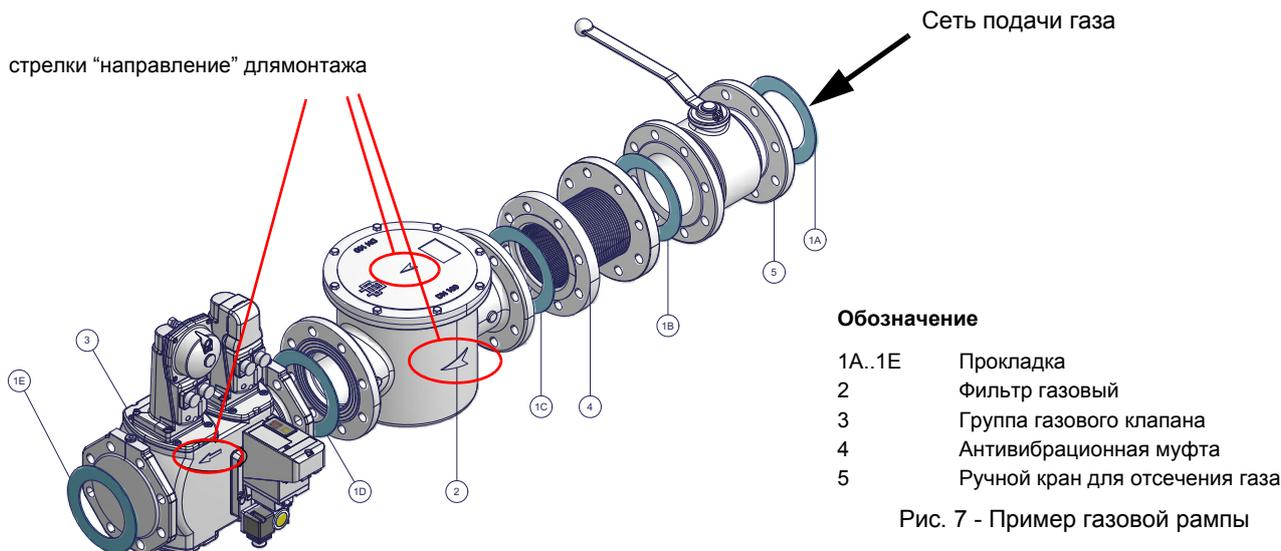

Рис. 7 - Пример газовой рампы
- 1) при фланцевых соединениях: между соседними компонентами устанавливать прокладку (1A..1E - Рис. 7), совместимую с используемым газом,
ВНИМАНИЕ: после монтажа газовой рампы согласно схеме на Рис. 7, необходимо провести тестирование на герметичность газового контура, согласно требований действующих нормативов.